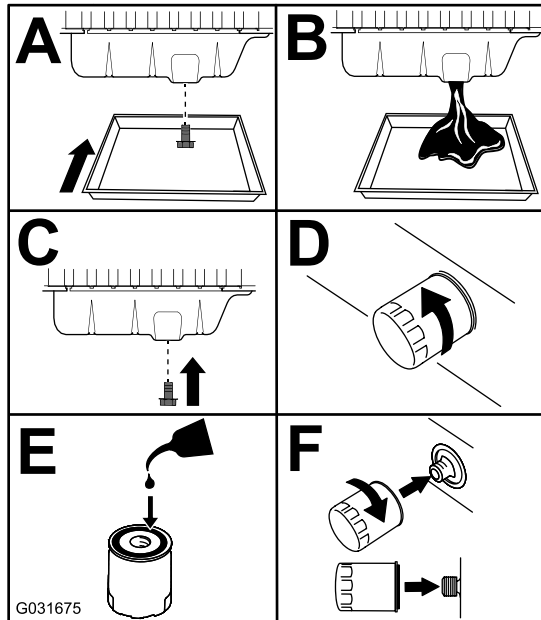

Bild 74
3. Tauschen Sie das Motoröl und den Motorölfilter aus (Bild 74).